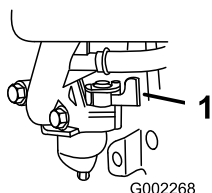

Figura 11
2. Abra la válvula de combustible moviendo la palanca a la **derecha** (Figura 11).